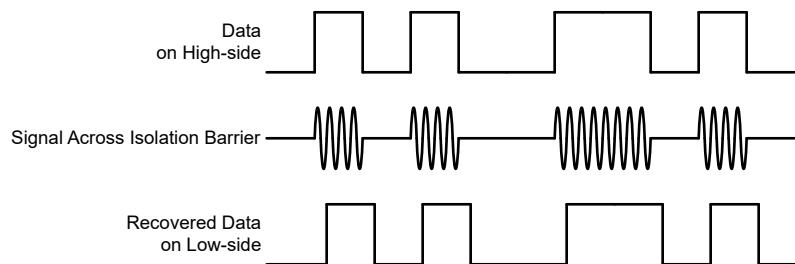

図 6-4. OOK ベースの変調方式
AMC23C12-Q1 は、 SiO_2 ベースの絶縁バリア越しにコンパレータの出力状態を送信するため、図 6-4 に示すオン / オフキーイング (OOK) 変調方式を採用しています。「機能ブロック図」に示す送信ドライバ (TX) は、デジタル 1 を表すために内部で生成された高周波キャリアを絶縁バリア越しに送信します。デジタル 0 を表す信号は送りません。